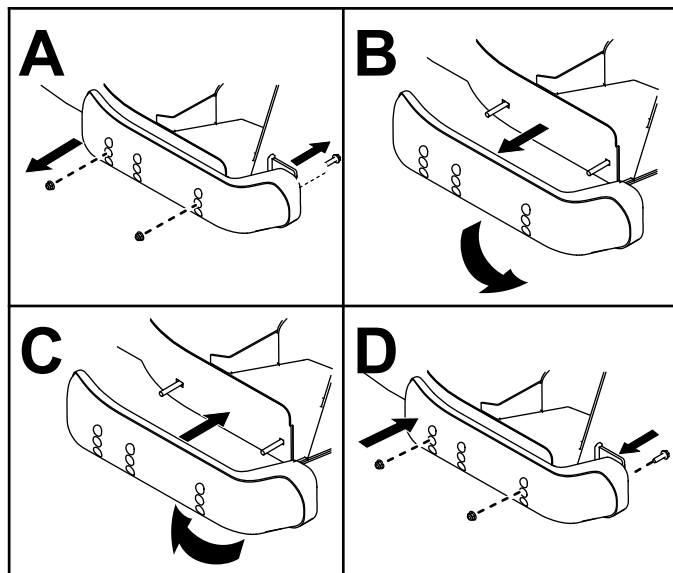

Figura 135
5. Îndepărtați saboii de pe lateralele punii mainii de tuns iarba (Figura 135).
6. Comutați saboii și montați-i folosind uruburile îndepărtate anterior (Figura 135).